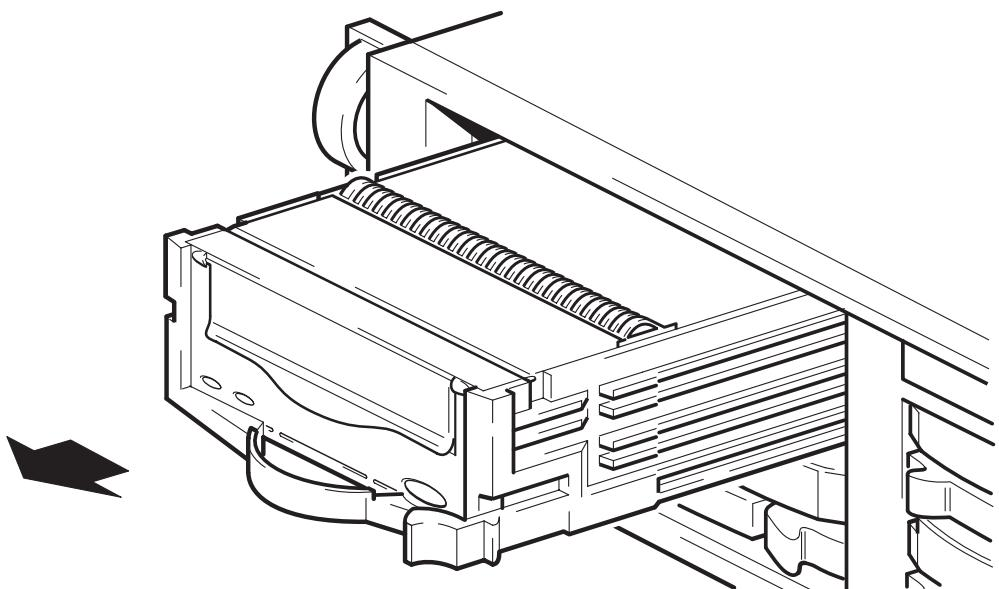

図 5b: ドライブを取り外す
- 4 新しいテープ・ドライブを同じスロットに取り付けます。ドライブは、コネクタにしっかりと装着され、リリース・ラッチが定位位置に収まるまで挿入します。図 5b を参照してください。